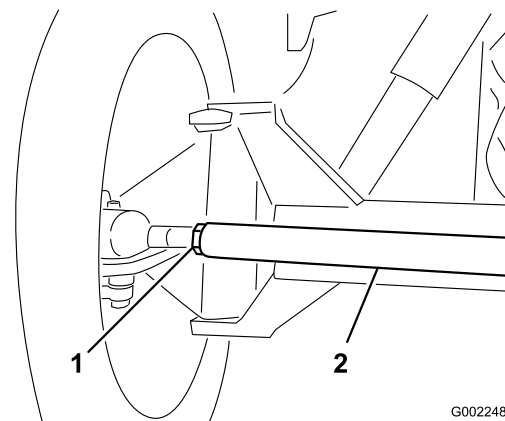

Figura 50
3. Si la distancia no está en el intervalo especificado, afloje las contratuercas en ambos extremos de la biela (Figura 50).